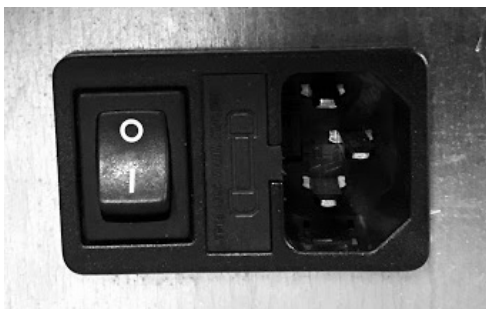

Fig. 24 - Elektrisch stopcontact met hoofdschakelaar
- Sluit de voedingskabel eerst op de achterkant van de kachel aan (zie **Fig. 24**) en daarna op een elektrisch wandstopcontact.
- De O/I-hoofdschakelaar (zie Fig. 24) mag alleen geactiveerd worden om de kachel in te schakelen. Het is raadzaam de hoofdschakelaar in alle andere gevallen uitgeschakeld te laten.